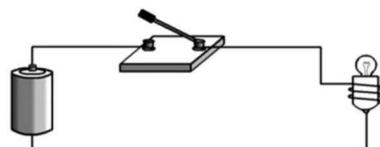

图 1-4
(1) 电路通常有三种工作状态, 即通路、断路和短路。通路是指正常工作状态下的闭合电路, 此时电路中有电流; 断路也称为开路, 此时电路中没有电流, 即  $I=0$ ; 短路时, 由于接入电路中的电阻很小, 流过电路的电流比正常状态时大许多倍, 严重时会烧毁电源和短路电路内的电气设备, 这是一种事故状态, 因此, 在电路中是不允许发生短路的。为防止短路时损坏设备, 在电路中要装设保护装置。
(2) 在电路中为防止短路故障的产生, 常用的方法是安装熔断器或自动空气开关等短路保护装置。
**【例 2】** 小明在实训室完成了如图 1-4 所示电路的连接, 实训前检查了所有器件均正常, 合上开关后, 灯不亮。于是检查电路连接, 可能存在的问题是什么?
**【答案】** (1) 电路短路;
(2) 电路开路。